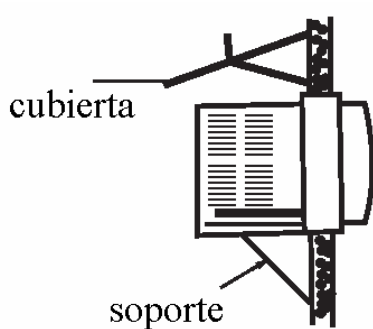

fig.1
1. Bloquee el agujero de la placa base del equipo con tapa de goma, instale el codo de drenaje en el agujero trasero y deje que el agua condensada fluya desde el agujero trasero del equipo (ver fig.1).
1. El equipo de aire acondicionado queda mejor si es instalado bajo la sombra o en un lugar con un corto período de luz solar. En el caso de que el equipo sea instalado en exposición directa a la luz solar, debería ser protegido de la llegada directa de ésta tanto como sea posible, con el objetivo de evitar un largo tiempo de exposición, de otro modo su desempeño será mermado (se ilustra en fig. 1).
1. Haga la perforación en pared o ventana (ver fig.1).